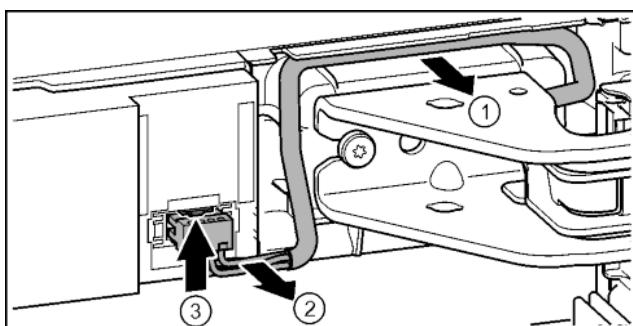

Fig. 21
- Kabel nad stojanem ložiska opatrně uvolněte z vedení. Fig. 21 (1)
- Kabelové prameny opatrně táhněte z kanálu. Fig. 21 (2)
- Tlačte lamelu nahoru a opatrně vytáhněte zástrčku. Fig. 21 (3)